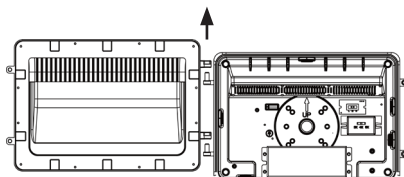

Fig. 1.2
2. Ouvrir le luminaire et retirer le couvercle avant (Fig. 1.2).